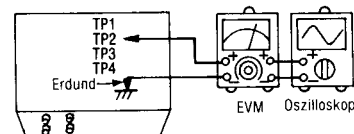

Abb. 7
1. Der Testaufbau ist in Abb. 7 gezeigt.